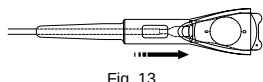

Fig. 13
7. Faça avançar a pinça através do cartucho até que as mandíbulas estejam prestes a contactar o rebordo principal da ICL ou da TICL. (Fig. 13)